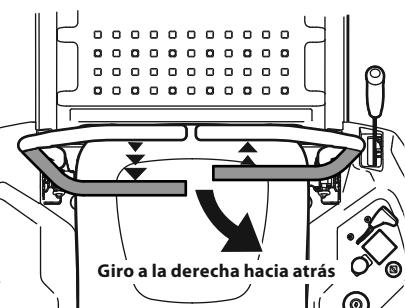

Figura 26
- Para girar a la derecha mientras se desplaza marcha atrás, mueva la palanca de control del lado derecho hacia adelante respecto de la palanca de control de la transmisión izquierda. Consulte la Figura 26.